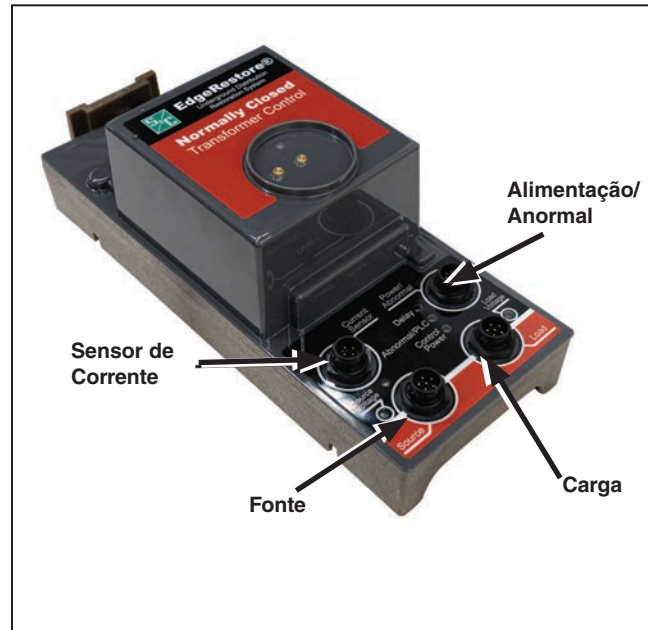
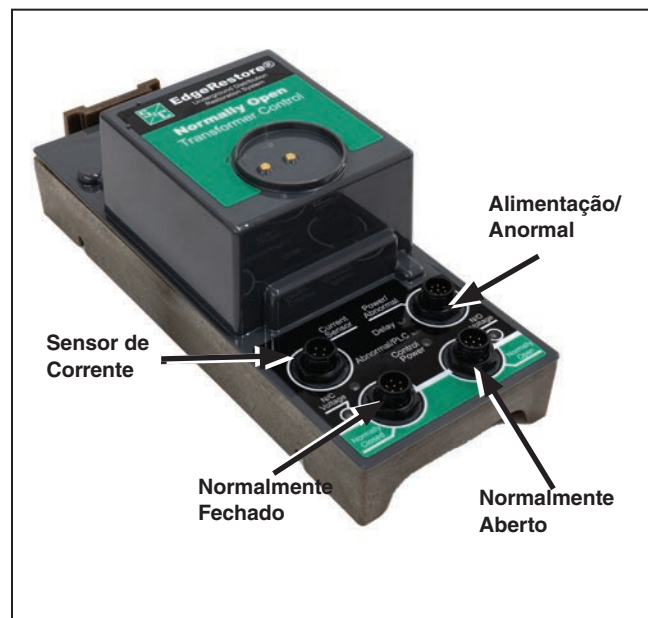
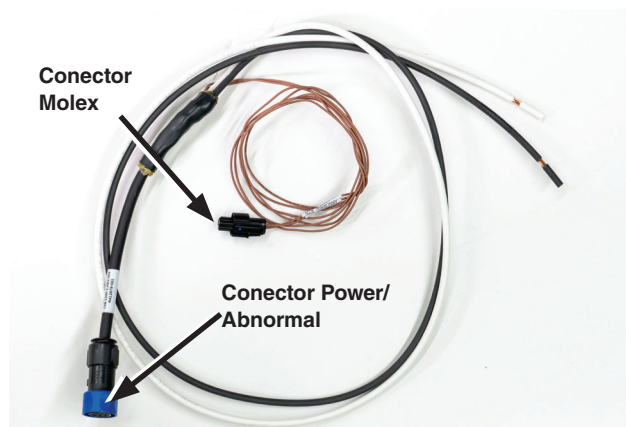
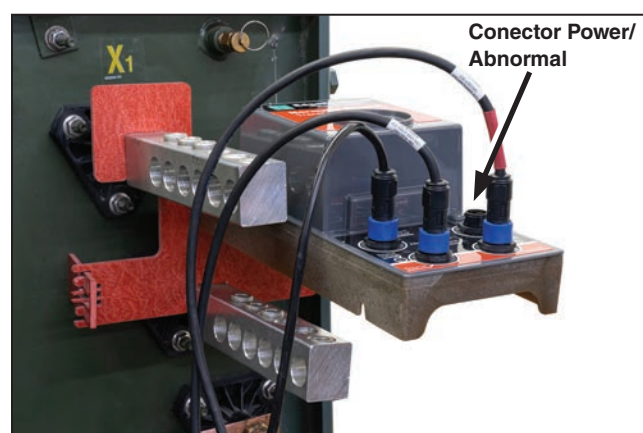

Figura 45. Conexões do controle. Mostrado um controle normalmente fechado.
Figura 46. Conexões do controle. Mostrado um controle normalmente aberto.
Figura 47. Insira o conector de alimentação ao controle.
Figura 48. Conexões do controle. Mostrado um controle normalmente fechado.
**PASSO 4.** Insira o conector do sensor de corrente ao conector de quatro pinos do controle denominado "Current Sensor". Ver Figura 45 e Figura 46 na página 30.
**PASSO 2.** Insira o conector do sensor de corrente ao conector de quatro pinos do controle denominado “Current Sensor”. Ver Figura 45 e Figura 46 na página 30.
**PASSO 1.** Conecte o cabo de controle no interruptor para bucha tipo poço conectado ao lado fonte (concessionária) ao conector de seis pinos denominado "Source". Ver Figura 45.
**PASSO 2.** Conecte o cabo de controle no interruptor para bucha tipo poço conectado ao lado carga (em direção ao transformador normalmente aberto) ao conector de seis pinos denominado "Load". Ver Figura 45.
Uma instalação completa é mostrada na Figura 48 na página 31.
**PASSO 1.** Conecte o cabo de controle do interruptor para bucha tipo poço normalmente fechado ao conector de seis pinos denominado "Normally Closed". Ver Figura 46.
**PASSO 2.** Conecte o cabo de controle do interruptor para bucha tipo poço normalmente aberto ao conector de seis pinos denominado "Normally Open". Ver Figura 46.
Uma instalação completa é mostrada na Figura 48 na página 31. É mostrado um controle normalmente fechado, porém a instalação de um controle normalmente aberto é similar.
Nas conexões do secundário do transformador existe tipicamente uma conexão para alimentação que pode ser usada para essa finalidade. Plugue o conector de seis pinos no conector Power/Abnormal do controle. Ver Figura 45 e Figura 46 na página 30, e Figura 47 e Figura 48.
Um conector Molex 2042200002 é disponível para conectar o controle a sistemas de monitoramento que possam detectar um contato seco que indica se o controle está em um estado **Anormal**. Se o controle não for conectado a uma monitoração remota, deixe o conector e o cabo enrolados, como mostrado na Figura 47. Para mais informações, entre em contato com o Escritório de Vendas da S&C.
- ❑ Assegure-se que os cabos de controle dos interruptores para buchas tipo poço H1A e H1B estão conectados ao controle com base na direção do fluxo de corrente pelo transformador (carga ou fonte para controles normalmente fechados, normalmente abertos ou normalmente fechados para controles normalmente abertos). O cabo de controle H1B possui uma faixa vermelha para auxiliar na diferenciação dos cabos durante a realização das conexões ao controle. Ver Figura 45 e Figura 46 na página 30.